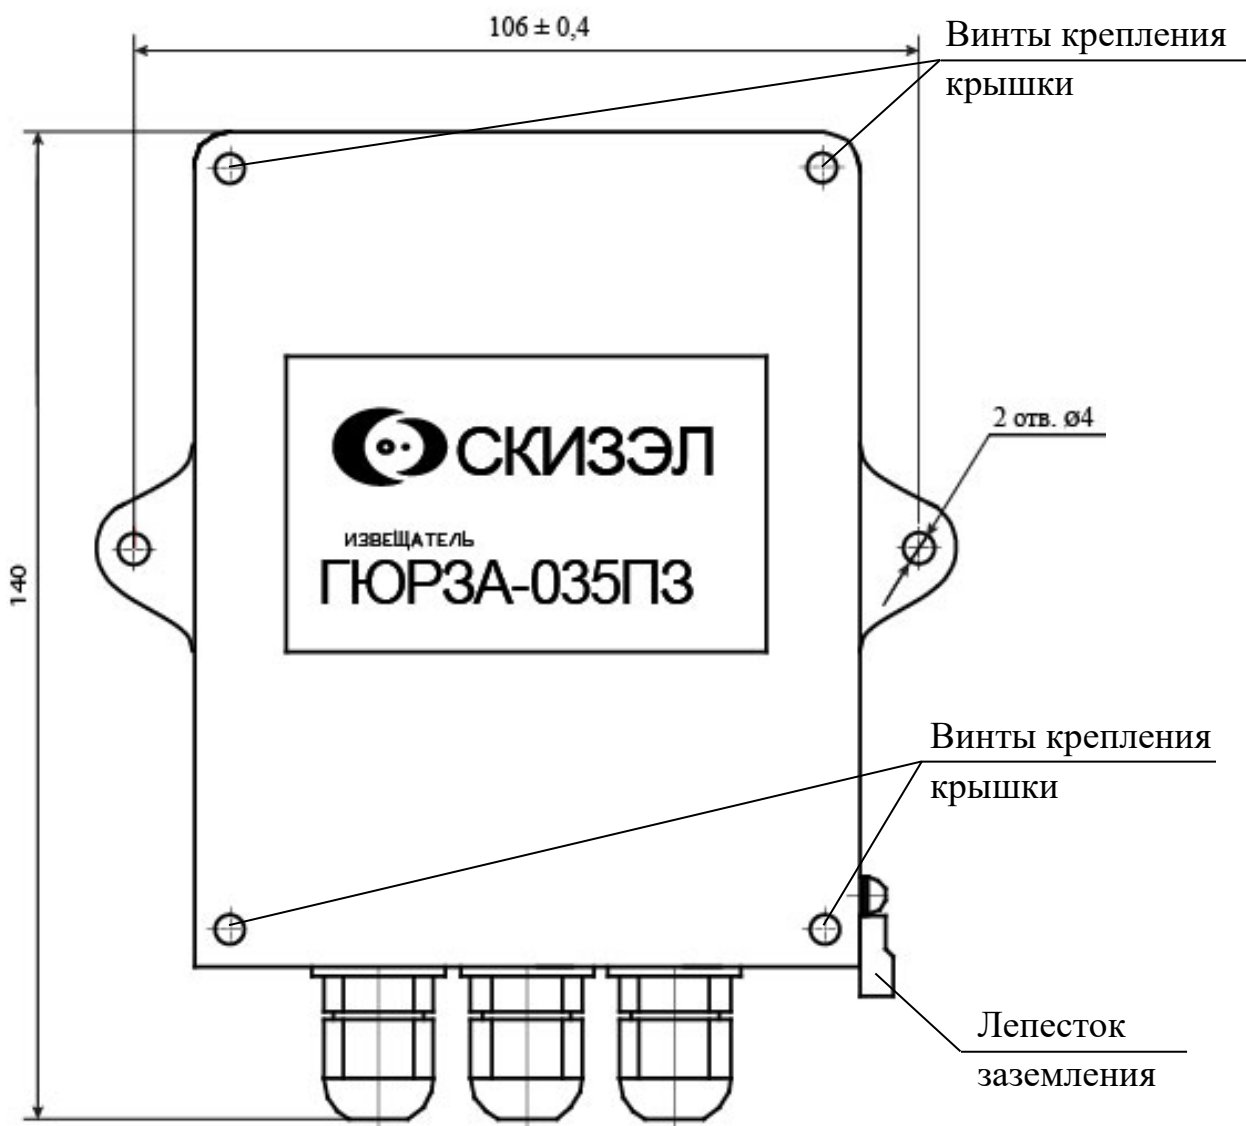

Рисунок 6.1 – Блок обработки сигналов
- вывинтить четыре винта крепления крышки и снять крышку (рисунок 6.1);